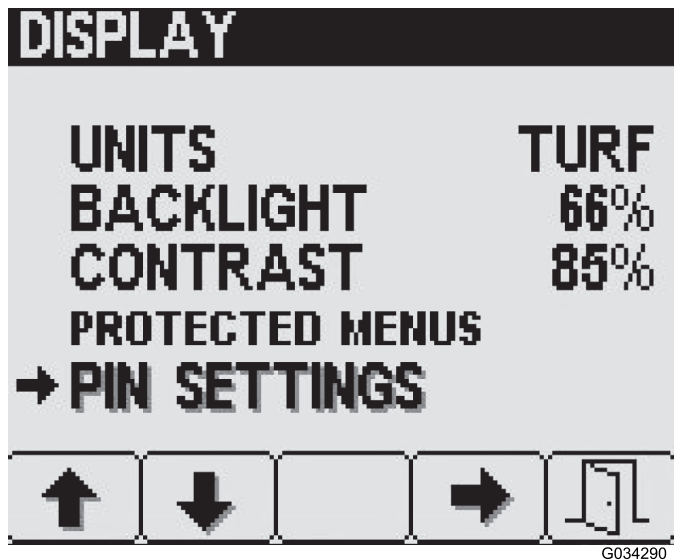

図 14
1. 表示Display画面でボタン2を何度か押してPIN設定PIN Settingsへ移動し、ボタン4でそれを選択する 図 14。